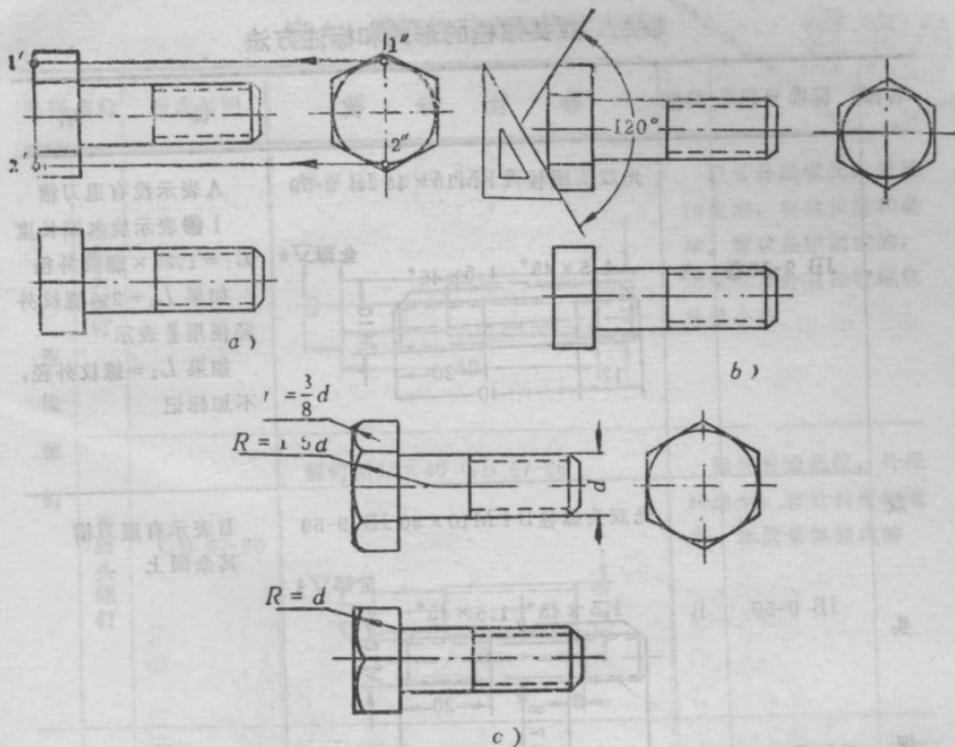

图12 螺栓头部近似画法
(1) 画出六棱柱和倒角顶圆的侧面投影(六边形的内切圆)。得  $1''$ 、 $2''$  点, 由  $1''$ 、 $2''$  作出  $1'$ 、 $2'$  点(图 12 a)。
(2) 过  $1'$ 、 $2'$  两点作出  $120^\circ$  倒角(图 12 b)。
(3) 分别以  $1.5d$  ( $d$  = 螺纹外径)、 $d$  和  $r$  (通常取  $r = \frac{3}{8}d$ ) 为半径作圆弧, 即得头部曲线的近似投影(图 12 c)。